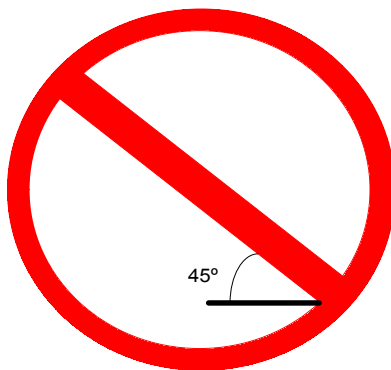

Figura 2. Señal de prohibición
9.2 De prohibición (véase figura 2)
9.2.6 En el caso de que no exista ningún símbolo que signifique una determinada intención, el mensaje debe transmitirse utilizando preferentemente la señal de prohibición (véase figura 2) sin ningún símbolo, acompañada de un texto colocado sobre la señal auxiliar, o incluso utilizando en lugar de un símbolo un texto colocado sobre la misma señal de prohibición.